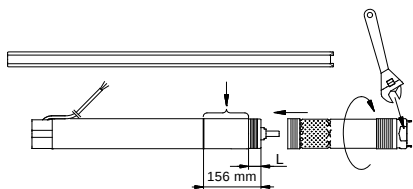

Fig. 6
1. inserire il motore orizzontalmente in una morsa e serrare, vedere fig. 6.
Attenzione: L'albero della pompa deve essere collegato con l'albero del motore. Servirsi di una chiave opportuna che imbocchi sui piani dell'estremità del corpo pompa opposta al motore, vedere fig. 6.